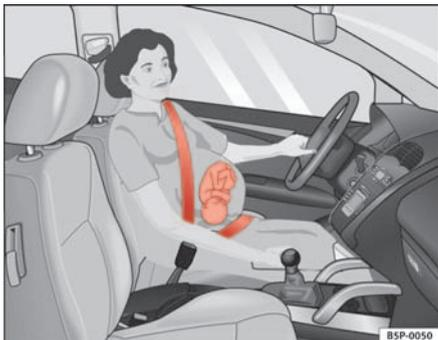

Abb. 14 Gurtbandverlauf bei schwangeren Frauen
- Ziehen Sie das Gurtband an der Schlosszunge gleichmäßig über Brust und möglichst tief vor das Becken ⇒ Abb. 14.